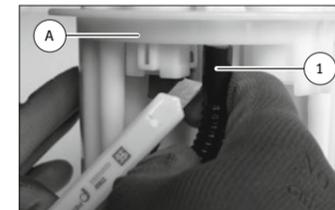

Abb. 3/ Fig. 3/ Puc. 3/ 图3
- 按下法兰盖 (A) 上的油箱传感器插头 (5)。
- 按下法兰盖 (A) 上的燃油泵插头 (6)。
- 小心地切开法兰盖内软管接头处的燃油管路 (1) (图 3)。不要损坏软管接头。